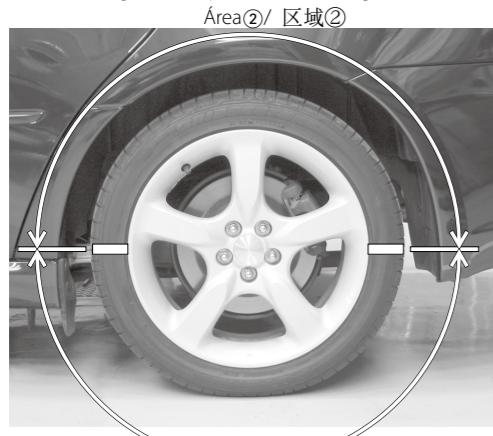

FIG.2/ 图 2
- Seleccione un área ① que abarque una porción de toma a tierra. (Consulte la FIG. 2, 3)
- Nota:** El área ① es un área magnetizada en la que opera el sensor y el área ② es un área desmagnetizada para borrar el magnetismo residual original.
- 选择区域①—接触地面部分; (见图 2, 3)
- 注:** 区域①是轮胎上需要磁化的区域, 区域②则是轮胎上需要消磁的区域以此消除轮胎上原有的磁性;